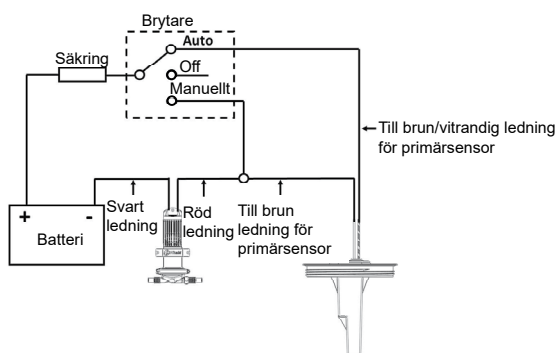

Fig. 8A Kabeldiagram – för enkelsensormodeller
- Fig. 8A & B Kabeldiagram
- **WARNING:** installationen **får** utföras endast av behörig elektriker. Felaktig kabeldragnings kan orsaka brand med personskada eller dödsfall till följd. Den föreslagna kabeldragningsinformationen lämnas endast som en orientering (fig. 8A och fig. 8B) och kabeldragningen **måste** överensstämma med tillämpliga elstandarder. Säkringar eller strömbrytare av lämplig dimension **måste** installeras.
Step 4: Kabeldragning: se fig. 8A eller fig. 8B.